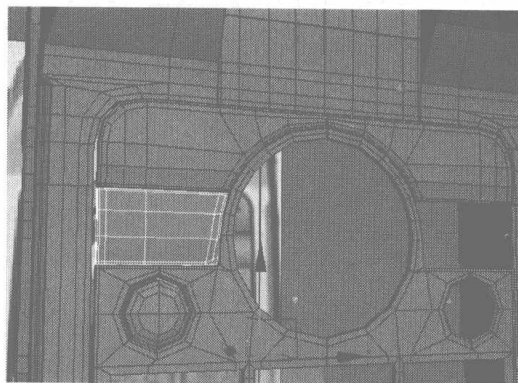
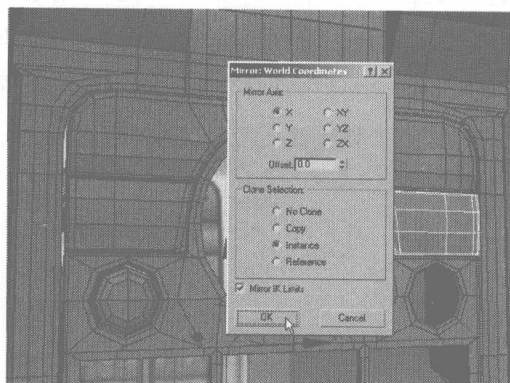

图 4.573
图 4.574
- 36** 继续调整、挤压如图 4.573 所示的面，在工具栏中单击 按钮，在弹出的对话框中依照默认值进行设置，镜像效果如图 4.574 所示；并将制作好的圆形小按钮进行镜像。